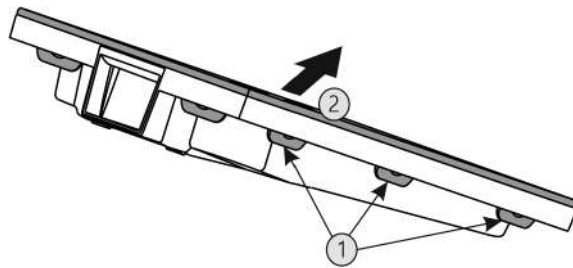

Fig. 32
- ▶ Всі накладки Fig. 32 (1) натиснути послідовно і вийняти кришку Fig. 32 (2).